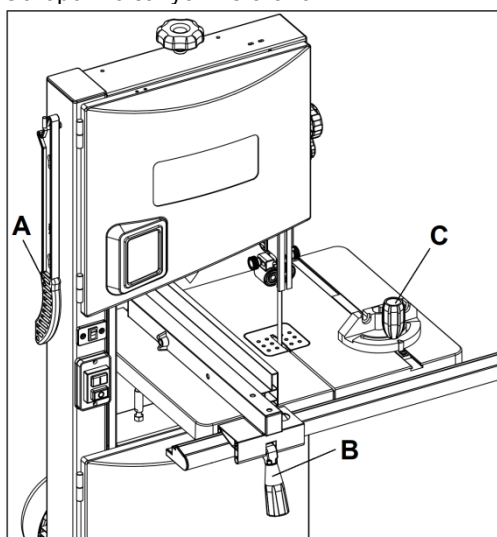

Рисунок 20
1. Поместите угловой упор (С, Рис. 20) в паз стола.